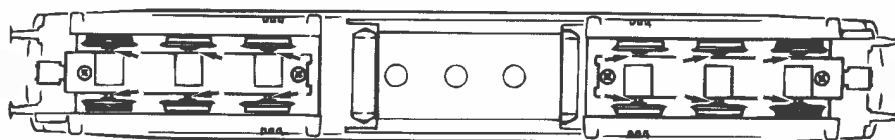

Fig. 9
1. Reinigung der Radstromkontakte: Radstromkontakte können auf unsauberen Schienen leicht verschmutzen. Entfernen Sie **vorsichtig** mit einem kleinen Pinsel **den Schmutz** an den in Fig. 9 gekennzeichneten Stellen.
1. Nettoyage des lames de courant aux roues: Les lames de contacts risquent de s'encrasser rapidement sur des voies poussiéreuses. Veuillez **enlever la poussière** aux endroits marqués à la fig. 9 à l'aide d'un petit pinceau souple.